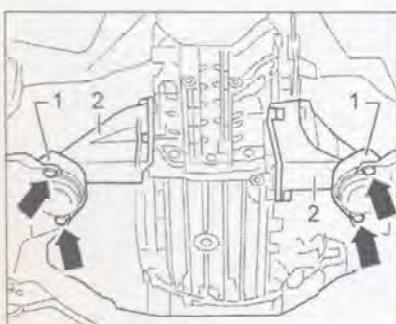

Рис. 7.337. Отверните болты (стрелки) опор (1) кронштейнов коробки передач (2) и снимите опоры.
8. Отверните болты (стрелки) опор (1) кронштейнов коробки передач (2) и снимите опоры (рис. 7.337).